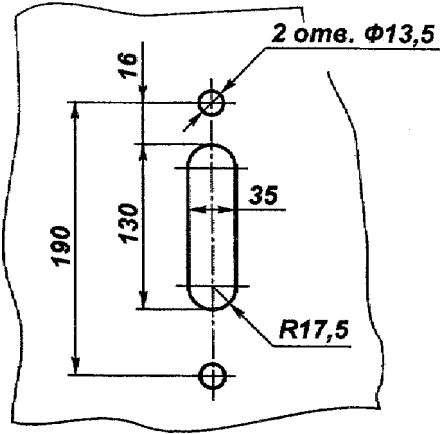

Рис. 14. Отверстия для крепления рычажного привода.
4. Для установки рычажного привода выключателей стационарного исполнения в панели распределительного устройства выполните отверстия в соответствии с рис. 14. Корпус рычажного привода можно устанавливать в разных местах по горизонтали в пределах, указанных на рис. 2 приложения Б (размер И). При установке на панель необхо-